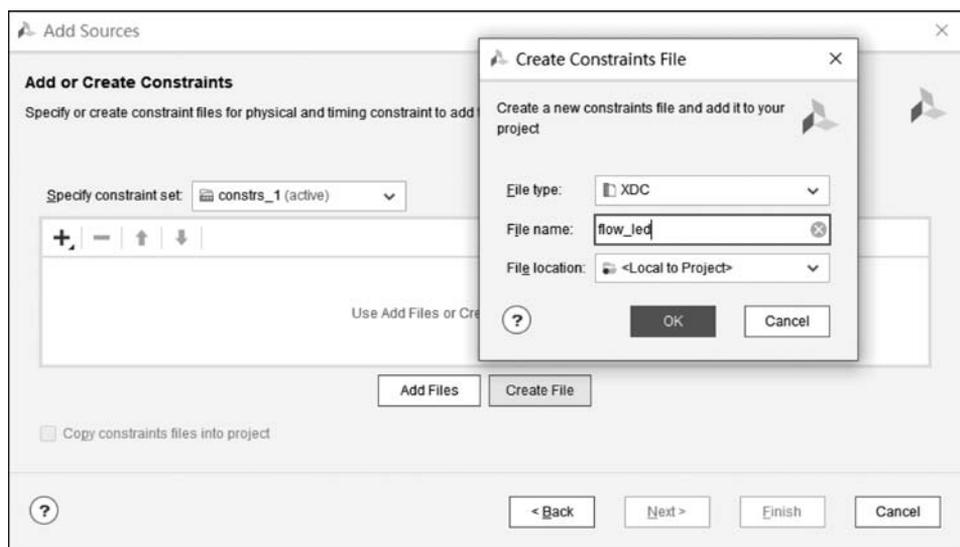

图 3.24 输入约束文件名
(2) 在图 3.24 所示的界面中,单击 Create File,在弹出的 Create Constraints File 对话框中输入 XDC 文件名,本例填写 flow\_led,单击 OK 按钮,再单击 Finish 按钮。